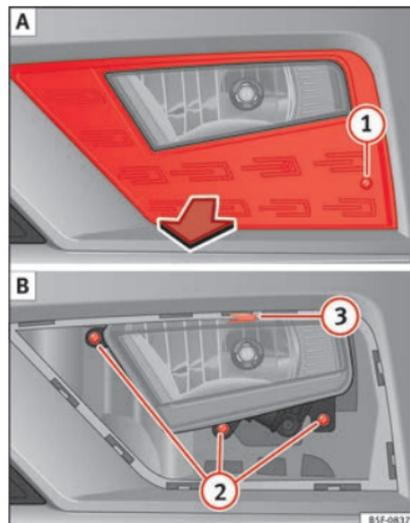
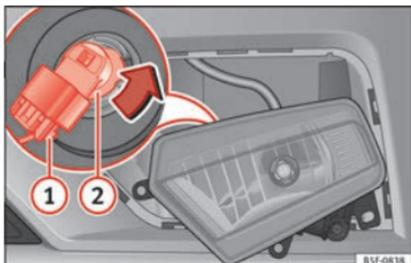

Abb. 110 Nebelscheinwerfer: Blende herausziehen. »
Abb. 111 Nebelscheinwerfer: Lampenträger ausbauen
1. Schraube »» **Abb. 110** ① **A** mit einem Schraubendreher aus der Blende des Nebelscheinwerfers herausschrauben und Blende herausziehen.
2. Entfernen Sie die 3 Schrauben »» **Abb. 110** ② **B**.
3. Ziehen Sie die Metallklammer an der Oberseite des Nebelscheinwerfers zur Außenseite des Fahrzeuges ab ③ **B** und entfernen Sie den Nebelscheinwerfer.
4. Ziehen Sie den Stecker »» **Abb. 111** ① von der Lampe ab.
5. Drehen Sie den Lampenträger ② nach links und ziehen Sie.